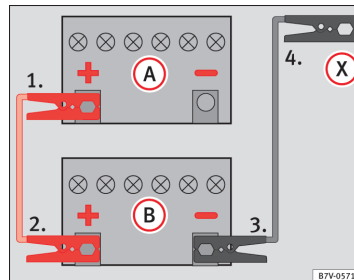
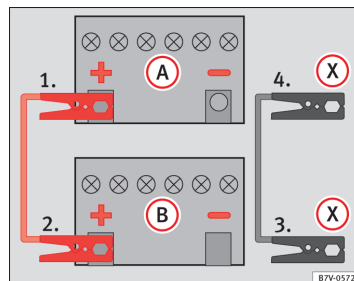

Fig. 218 Tilslutningsdiagram for biler uden start-stop-system
Fig. 219 Tilslutningsdiagram for biler med start-stop-system
- Sæt den ene ende af det *røde* startkabel på pluspolen (+) i bilen med det afladene batteri (A) ⇒ Fig. 218.
- Sæt den anden ende af det *røde* startkabel på pluspolen (+) i den bil, der skal give strøm (B).
- Sæt den ene ende af det *sorte* startkabel på minuspolen (-) i den bil, der skal give strøm (B) ⇒ Fig. 218.
- I bilen med det afladene batteri skal du tilslutte den anden ende af det *sorte* startkabel (X) til en massiv metaldel, som er monteret på motorblokken, eller på selve motorblokken, men det skal være et sted, som er langt væk fra batteriet (A).
- Sæt den ene ende af det *røde* startkabel på pluspolen (+) i bilen med det afladene batteri (A) ⇒ Fig. 219.
- Sæt den ene ende af det *sorte* startkabel (X) fast på en egnet stelforbindelse – en massiv metaldel, der er skruet sammen med motorblokken eller på selve motorblokken ⇒ Fig. 219.